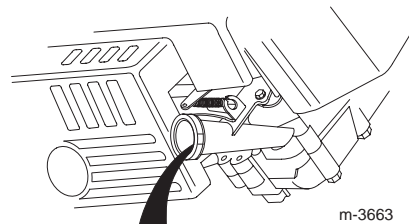

Figure 20
6. Basculez la tondeuse sur le côté **gauche** (filtre à air en haut) pour permettre à l'huile de s'écouler dans le bac de vidange (Fig. 20).